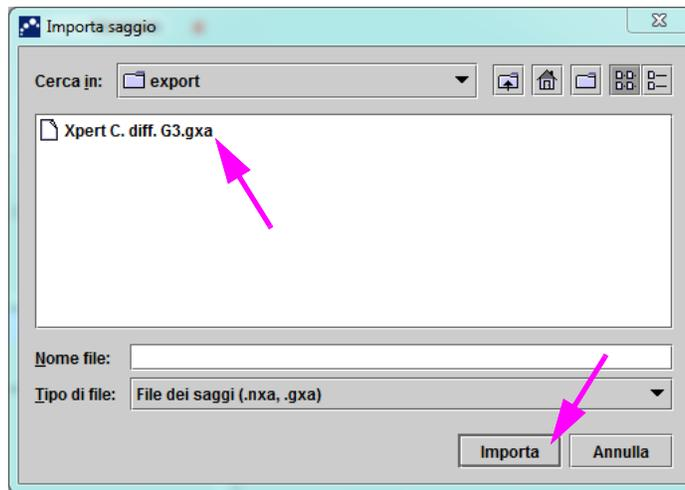

Figura 2-92. Finestra di dialogo Importa saggio
2. Fare clic su **Importa**. Verrà visualizzata la finestra di dialogo Importa saggio. Vedere la Figura 2-92.
4. Navigare alla cartella dei sistemi GeneXpert. Individuare e selezionare il file di definizione del saggio (.gxa/.nxa), quindi fare clic su **Importa**. Il nome e il numero di versione del nuovo saggio vengono visualizzati nell’elenco Saggio, sul lato sinistro della finestra, mentre i dettagli del saggio vengono visualizzati a destra dell’elenco. Vedere la Figura 2-92.